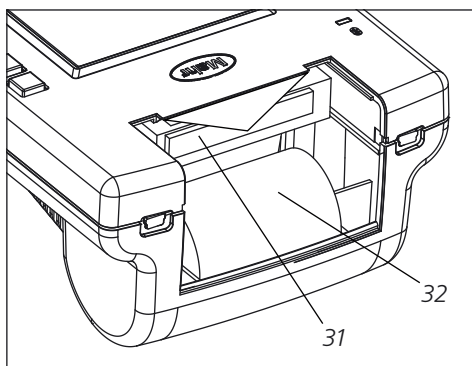

Рис. 6
1. Потяните крышку принтера (2) назад в направлении стрелки (см. рис. 1). Затем поверните устройство так, чтобы задняя сторона была обращена вперед (см. рис. 6).
3. Откиньте вверх прижимную планку (31).
4. Вставьте новый рулон бумаги (32) (5450105) в отсек для бумаги, направив начало рулона вниз (см. значок в отсеке для бумаги).
7. Опустите вниз прижимную планку (31).
8. Верните на место крышку принтера (2) и задвигайте ее обратно до фиксации в предусмотренном положении.